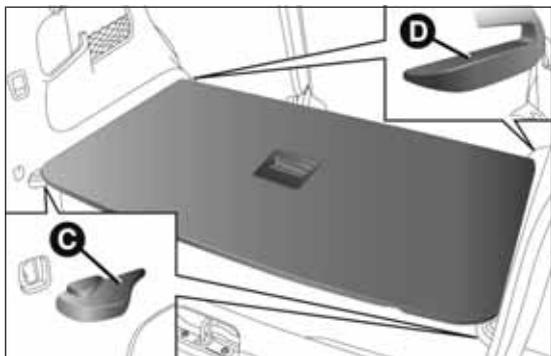

fig. 96
- colocar correctamente la plataforma B en los alojamientos correspondientes C y D fig. 96 presentes en los laterales.